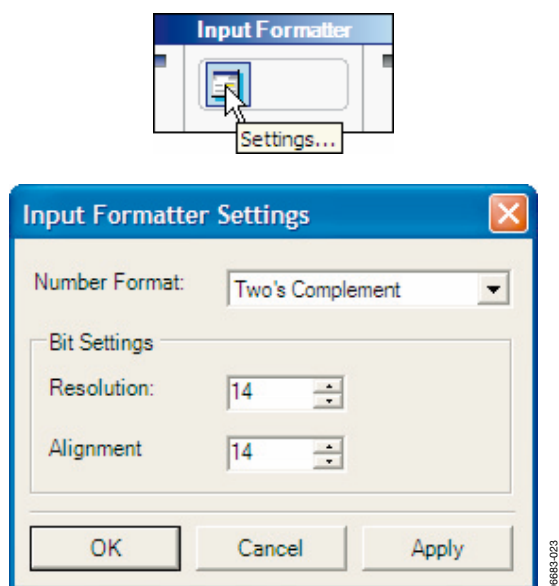
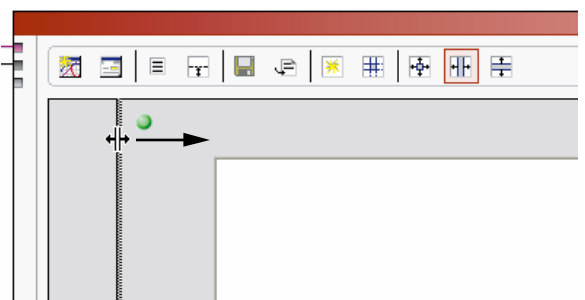

図25. Input Formatter Settingsフォーム
図27. Analysis Resultsのサイズ変更
3. [Input Formatter]で（図25～図27を参照）、[Settings...]ボタンをクリックします。次に、[Number Format]を2の補数に変更します。さらに、[Resolution]と[Alignment]をどちらも14に変更します。[OK]をクリックしてください。
次に、[Graph]コンポーネントの左側に表示される[Analysis Results]パネルのサイズを変更します。パネルの垂直境界線上にマウスのカーソルを置き、新しい場所までドラッグします（図27を参照）。